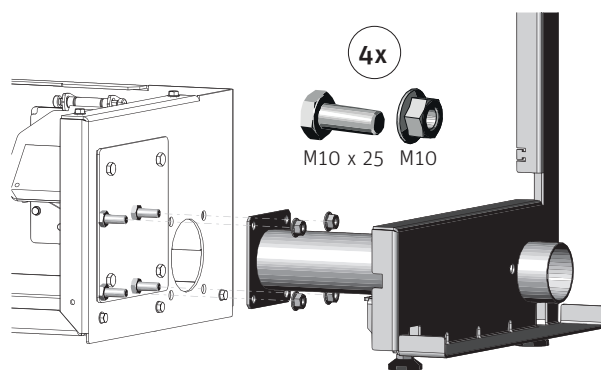

Fig. 218
- ▶ Schneckenhalter/Rohrausgang vorne mit je 4 Schrauben M10 x 25 und Flanschmutter M10 montieren – Fig. 218.